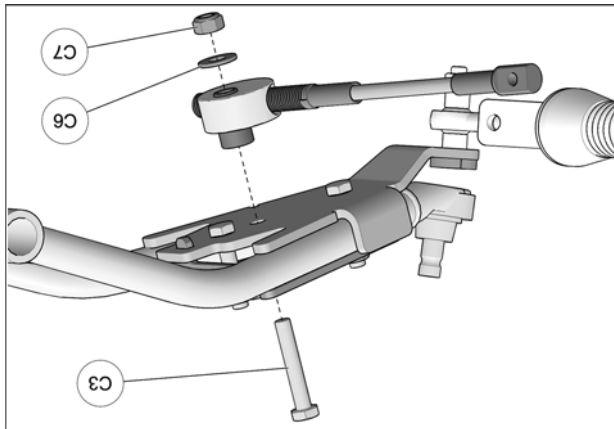

Fig. 18
12. Passer le boulon (C3) par l'ouverture du couverc de l'ancrage et l'insérer dans le trou central de l'ancrage. Positionner le disque en aluminium du limiteur de conduite au boulon (C3). Utiliser la rondelle (C6) et l'écrou (C7) pour fixer le limiteur de conduite en place. Serrer l'écrou à un couple de 50 N•m [37 lb•pi]. Fig. 18